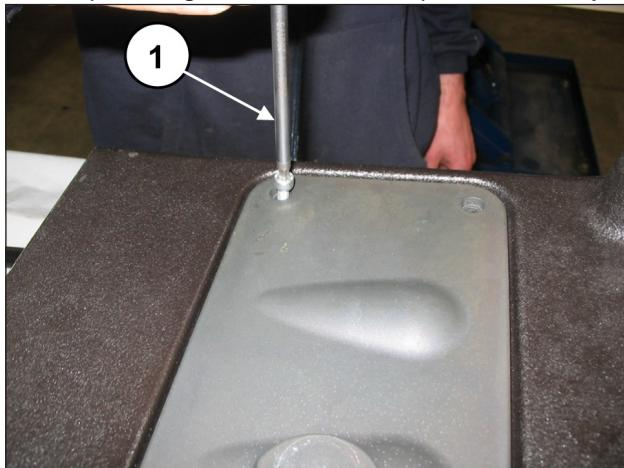
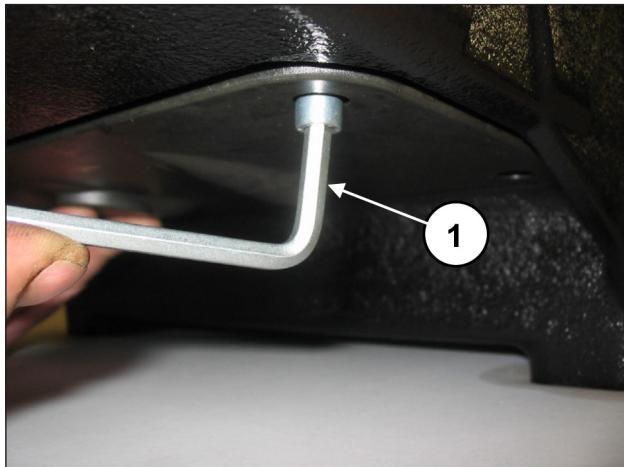

Fig. 139
Fig. 140
Remova a tampa de inspeção superior (pos. ①, Fig. 139) e inferior (pos. ①, Fig. 140) soltando os 4+4 parafusos de fixação.